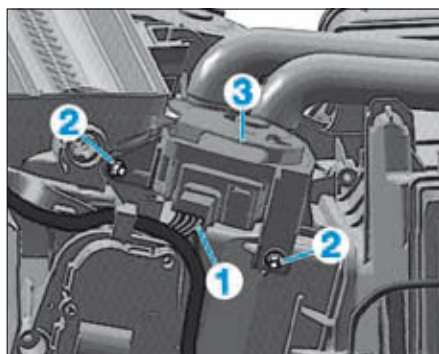

FIG. 37
- Repérer le connecteur (1) (Fig.37).